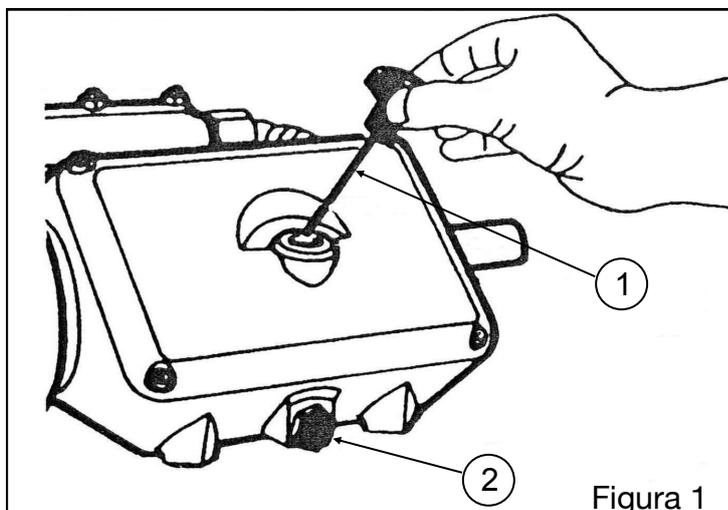

Figura 1
- Purgar y sustituir el aceite de la bomba. y de su reductor (figura 1 y 2).